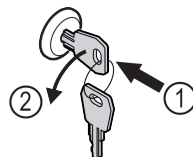

Fig. 204
- Inserire la chiave. Fig. 204 (1)
- Ruotare la chiave di 90° in senso antiorario. Fig. 204 (2)